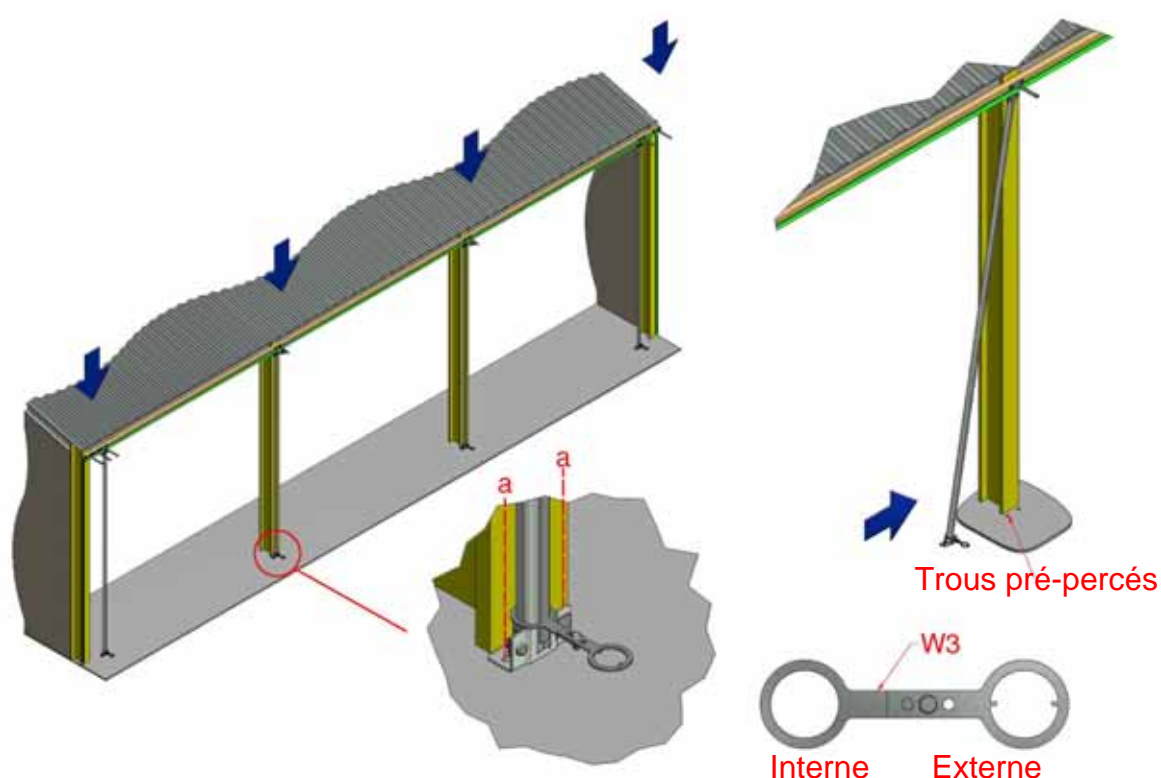

Figure 7 : tubes de commande internes, Face-Extrémité
- a) Pour une installation Face-Extrémité, enfiler l'extrémité à trou lisse de l'entretoise (W3) et le support d'extrémité inférieur (D1) sur le bas du tube de commande interne, Figure 7. Enfoncer la partie supérieure du tube dans le support d'extrémité supérieur (D1) et le tourner pour le mettre en place et faire en sorte que le support d'extrémité inférieur se fixe aux trous pré-perçés dans le sol. Poser les supports d'extrémité inférieurs en utilisant les fixations prescrites. Serrer les supports